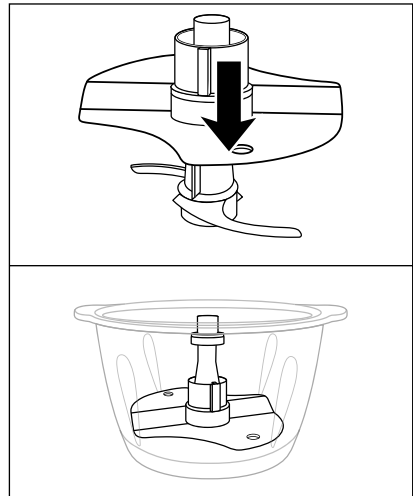

Fig. 1
- For at piske 200 - 400 ml fløde skal du sætte emulgeringsskiven **12** på knivholderen **7**, så emulgeringsskiven **12** sidder på begge dele af kniven **8** og klikker fast (fig. 1):